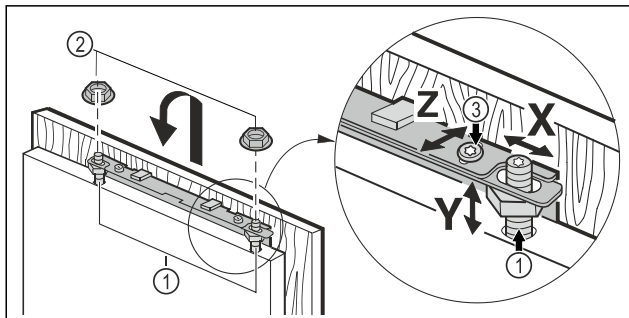

Fig. 45
- ▶ Zawiesić drzwi mebla na sworzniach regulacyjnych Fig. 45 (1) i lekko nakręcić nakrętki zabezpieczające Fig. 45 (2) na sworznie regulacyjne.
- ▶ Ustawianie drzwi mebla na wysokość Y i pochylenie boczne: za pomocą śrubokrętu ustawić sworznie regulacyjne Fig. 45 (1).
- ▶ Dokręcić nakrętki zabezpieczające Fig. 45 (3).